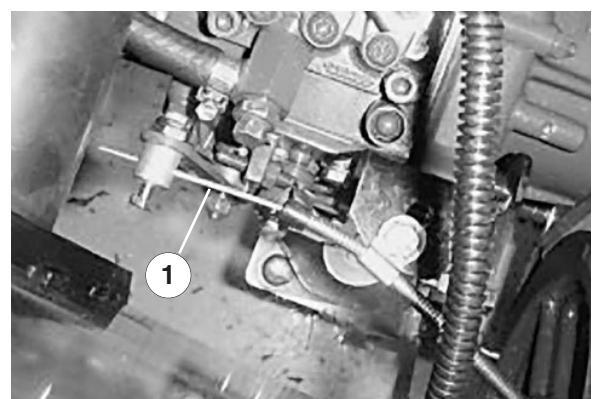

Bild 34
1. Stellen Sie den Gaszug (Bild 34) so ein, dass der Drehzahlreglerhebel am Motor die Schrauben für die niedrige und die hohe Drehzahl berührt, bevor der Gashebel den Schlitz im Armaturenbrett berührt.